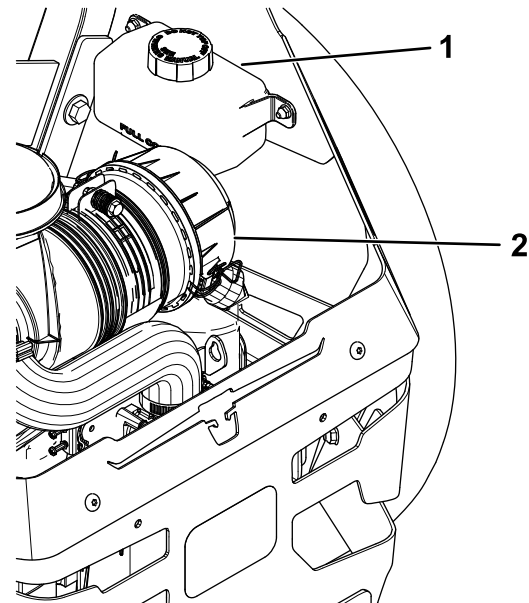

Figura 72
2. Controllate il serbatoio di espansione e all'occorrenza aggiungete fluido idraulico Toro® HYPR-OIL™ 500 sino alla riga FULL COLD. (Figura 72).